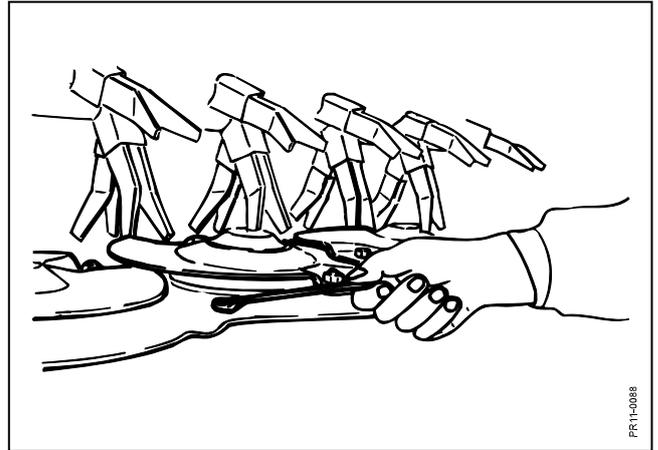

Fig. 5-5
- Fig. 5-5** Les boulons des protèges pierres et ceux des contre couteaux à l'avant de la barre de coupe doivent être contrôlés à intervalles réguliers